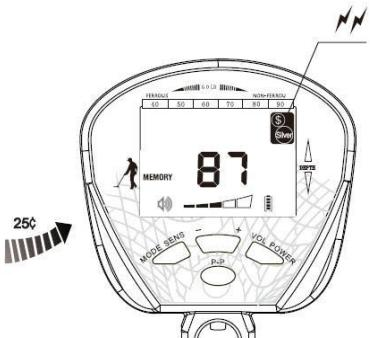

Fig.14
d) Lorsque des pièces de 25 ₣ en argent sont rayées, le détecteur répond en indiquant que le détecteur s'est souvenu de 25 ₣ .Lorsque les cinq échantillons restants sont rayés, le détecteur ne répond pas (Voir Fig.14, par exemple, les agents de 25 ₣ )